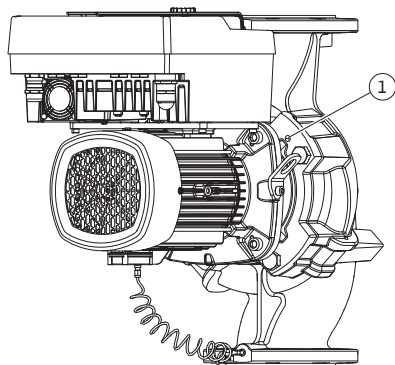

Fig. 14: Отжатие съемного блока через резьбовые отверстия (в зависимости от типа насоса)
5. Отсоединить съемный блок (см. Fig. 5) от корпуса насоса. Порядок действий зависит от типа насоса (см. Fig. I...III): для типа насоса Fig. I открутить винты поз. 29. Отжать съемный блок от корпуса насоса. Для типа насоса Fig. II и Fig. III использовать для этого два резьбовых отверстия (Fig. 14, поз. 1). Использовать подходящие винты, предоставляемые заказчиком (например, M10 × 25 мм).
5. Отжать съемный блок (см. Fig. 5) от корпуса насоса. Для этого использовать два резьбовых отверстия (см. Fig. 14). С этой целью ввернуть винты M10 подходящей длины в резьбовые отверстия.